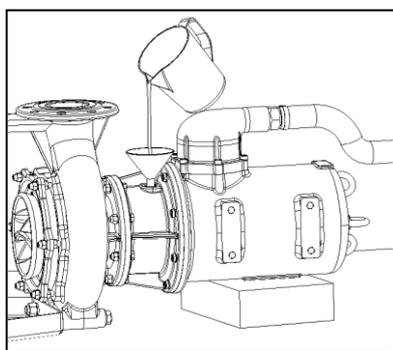

Рис. 10
3. Залить предписанное количество масла определенного сорта до нижнего края резьбового отверстия (рис. 10)